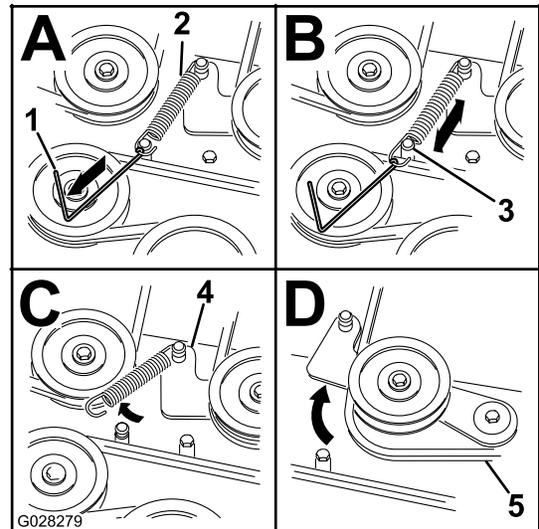

Figura 63
5. Alivie la tensión del muelle de la polea tensora; consulte la Figura 63.
**Nota:** Utilice la herramienta para la retirada de muelles (Pieza Toro N° 92-5771) para retirar el muelle del anclaje de la carcasa de corte (Figura 63).